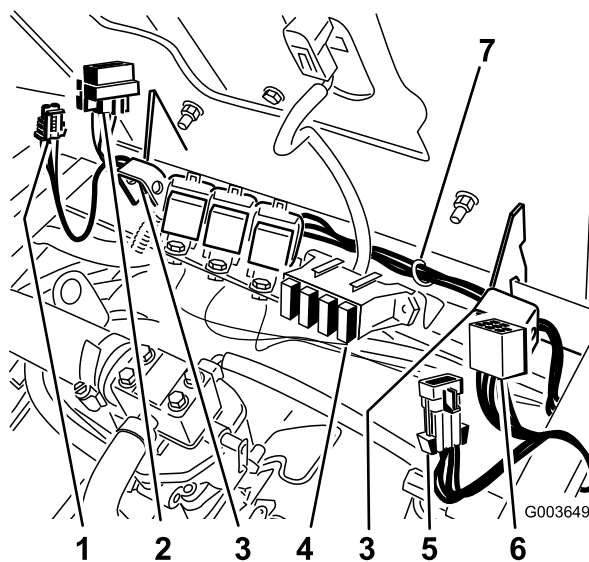

Figura 32
3. Encaminhe a cablagem ao longo da dobradiça do banco desde o interruptor e até ao relé previamente instalado na válvula (Figura 32).
Instale o fusível na ranhura direita no bloco de fusíveis (Figura 32).